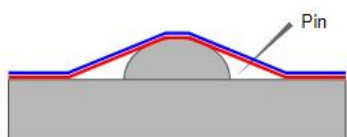

Fig.11
- 2) Raccogliere le bolle attorno al rivetto senza modificare la forma della pellicola. Praticare un foro nella pellicola attorno al rivetto e far uscire l'aria intrappolata tra la pellicola stessa e il rivetto servendosi delle dita. Fig.11